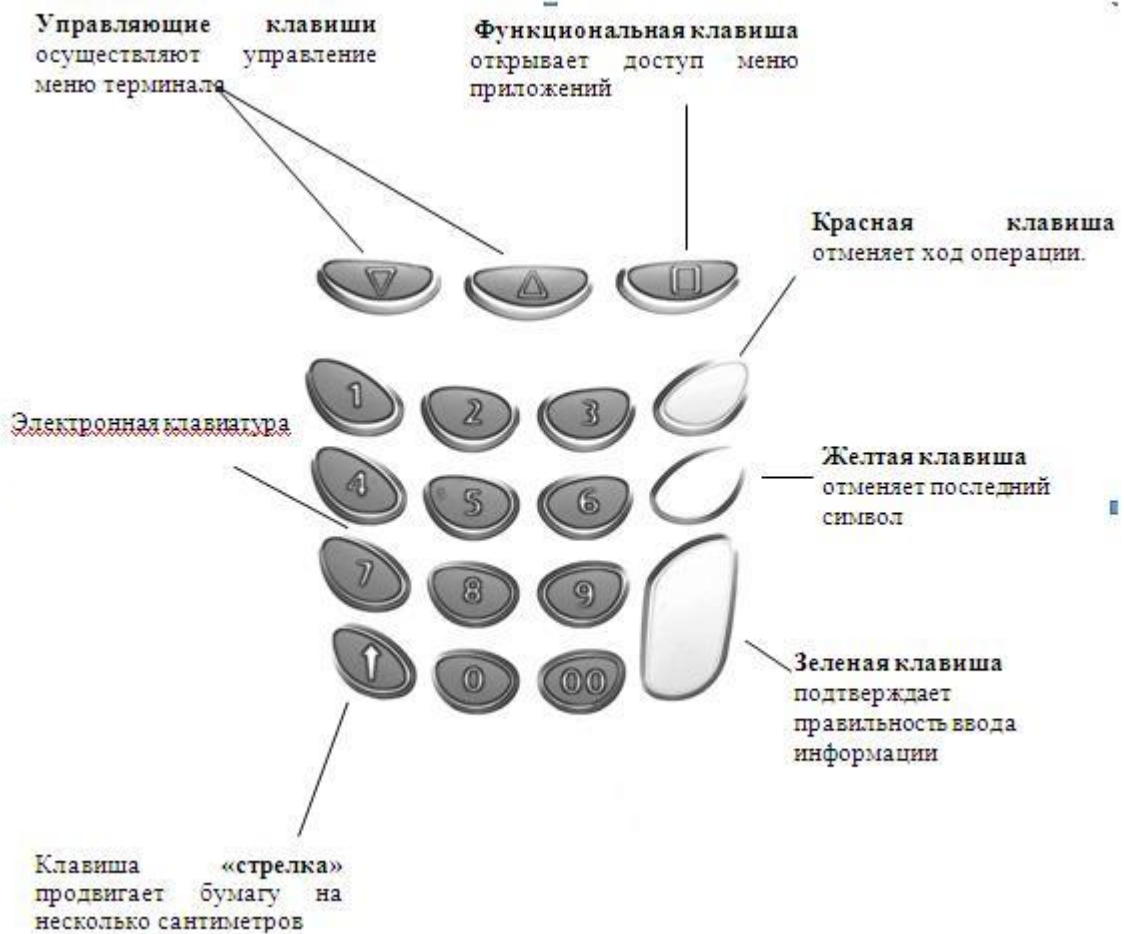

Рис. 28 Клавиатура ПИН-пада
- I. Если в терминал загружено Рабочее Приложение (прикладное ПО), необходимо сначала перейти в Системное Меню Операционной Системы. Для этого: выключить питание терминала или одновременно нажать клавиши навигации и клавишу «**STOP**» (см. Рис. 28).